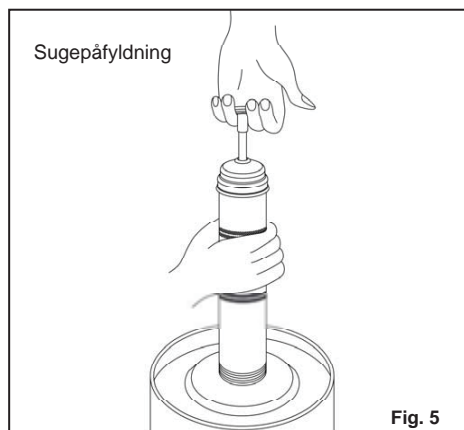

Fig. 5
5. Sæt den åbne ende af smørefedtbeholderen i bulkbeholderens smøremiddel. Træk stempelstangen langsomt tilbage, mens du skubber smørefedtbeholderen længere ind i smøremidlet for at undgå luftlommer. Se fig. 5.